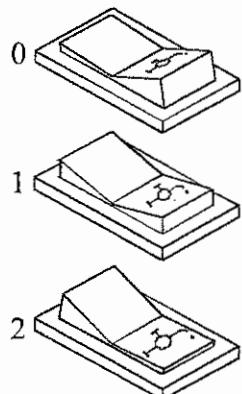

Fig. 45
- Die Wasserpumpe ausschalten (wenn eingeschaltet) Abb. 45
- Spegnere la pompa dell'acqua (se accesa) Fig. 45
- Switch off the water pump by pressing the button on the switch Fig.45.
- Pour éteindre la pompe de l'eau, appuyer sur le bouton de l'interrupteur Fig. 45.
- Die Wasserpumpe ausschalten, indem der Druckknopf des Schalters gedrückt wird Abb. 45
- Spegnere la pompa dell'acqua, premere il pulsante dell'interruttore Fig. 45